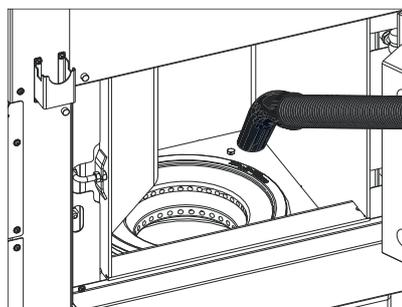

Fig. 40 Éliminer les résidus de combustion de la chambre de combustion
- Éliminer les résidus de combustion de la chambre de combustion à l'aide d'un aspirateur – Fig. 40.